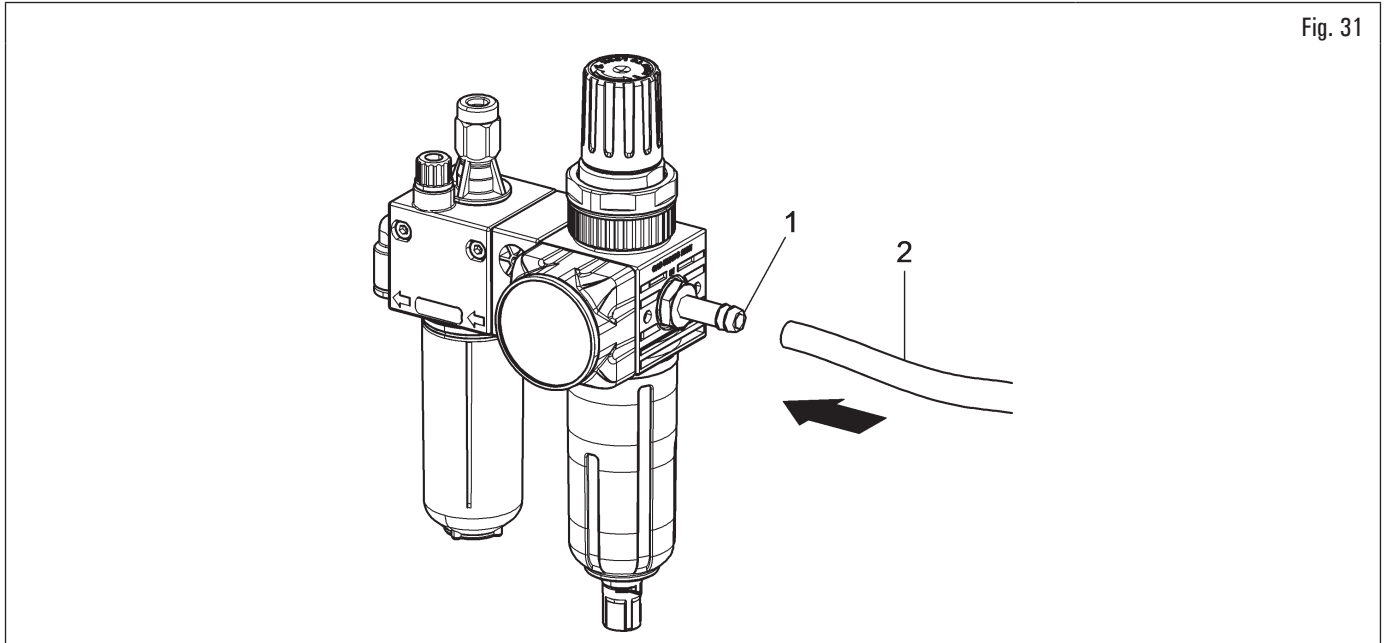

Fig. 31
Conectar la alimentación neumática de red mediante empalme (Fig. 31 ref. 1) ubicado en el conjunto filtro del equipo. El tubo de presión (Fig. 31 ref. 2) procedente de la red debe tener un diámetro interior mínimo de 10 mm (3/8") y un diámetro exterior mínimo de 19 mm (véase Fig. 31) para tener suficiente caudal (véase Fig. 31).